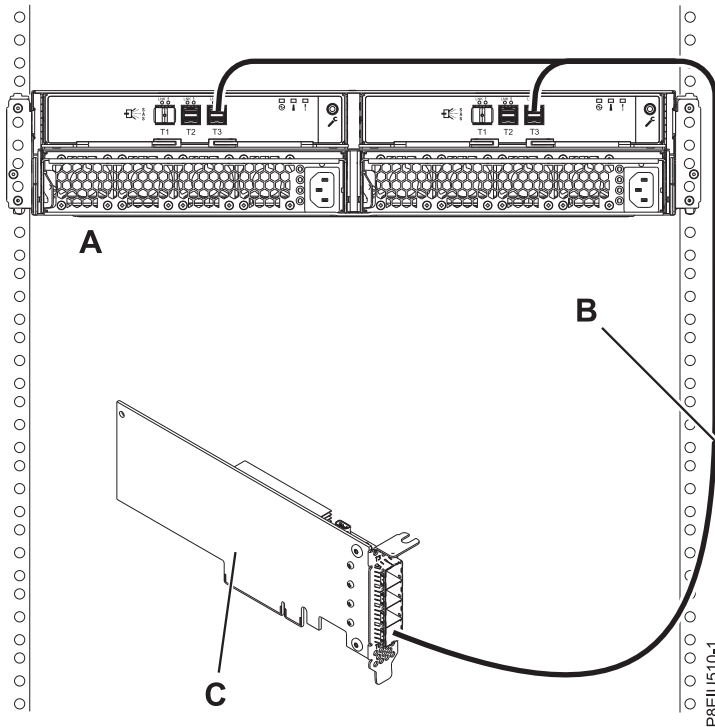

図 13. 単一 FC EJ0J SAS アダプターまたは FC EJ0M SAS アダプターへの YO12 ケーブルを使用した、1 台の ESLL ストレージ・エンクロージャーまたは ESLS ストレージ・エンクロージャーのモード 1 接続
13. 図 13 に示すように、単一 FC EJ0J SAS アダプターまたは FC EJ0M SAS アダプター (C) への YO12 ケーブル (B) を使用して、1 台のエンクロージャー (A) のモード 1 接続を行います。の後、23 ページの『ケーブルと電源コードの接続およびカバーの取り付け』に進みます。